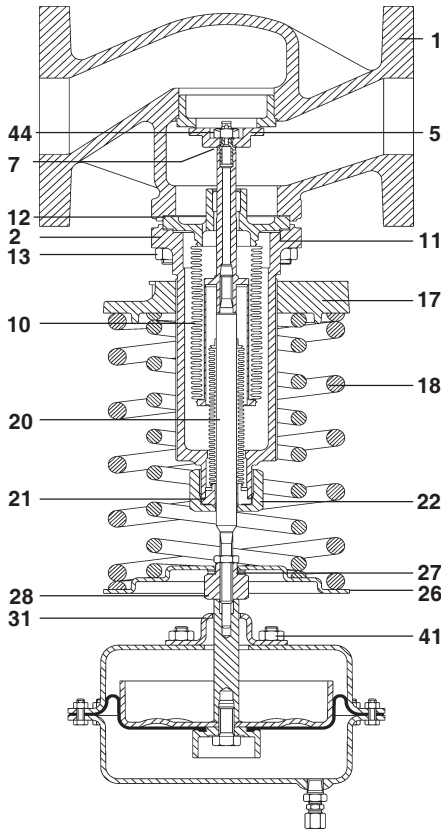

Fig. 10 - DN65 ÷ 100
4.4.4 Come sostituire il gruppo soffietto di bilanciamento (Fig. 10)